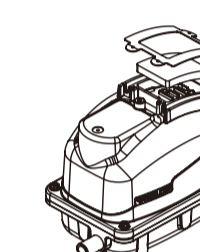
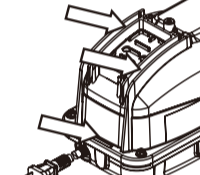

Figure 3
Figure 4
- ④ Retirez le filtre du boîtier supérieur et nettoyez-le ou remplacez-le par un neuf. (Figure 3) Secouez le filtre sale pour bien enlever la poussière. S'il est très sale, lavez-le avec du détergent neutre, rincez-le soigneusement avec de l'eau et laissez-le sécher à l'ombre.
- ⑤ Vérifiez et assurez-vous que l'entrée d'air n'est pas bouchée.
- ⑥ Retirez la poussière à l'arrière du boîtier supérieur. (Figure 4)